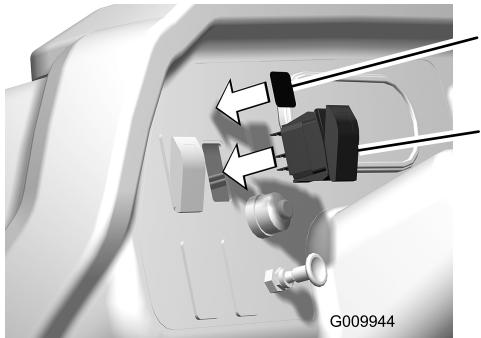

Bild 20
2. Setzen Sie den Schalter in das Loch im Armaturenbrett ein (Bild 20).
3. Befestigen Sie den Aufkleber neben dem Schalter am Armaturenbrett (Bild 20).